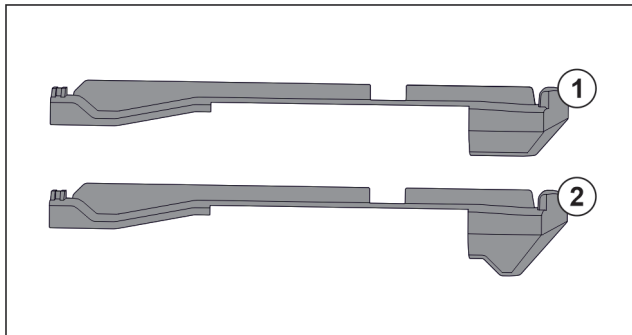

Fig. 56 Vergleich der Aufsteckteile
Im Gerät befinden sich zwei unterschiedliche Aufsteckteile. Das Aufsteckteil über dem untersten Schubfach Fig. 56 (2) hat eine dreieckige Kante. Alle anderen Aufsteckteile Fig. 56 (1) haben eine gerade Kante.
- ▶ Aufsteckteil Fig. 56 (2) mit der dreieckigen Kante über dem untersten Schubfach anbringen.
- ▶ Aufsteckteil Fig. 56 (1) mit der geraden Kante an allen anderen Stellen anbringen.